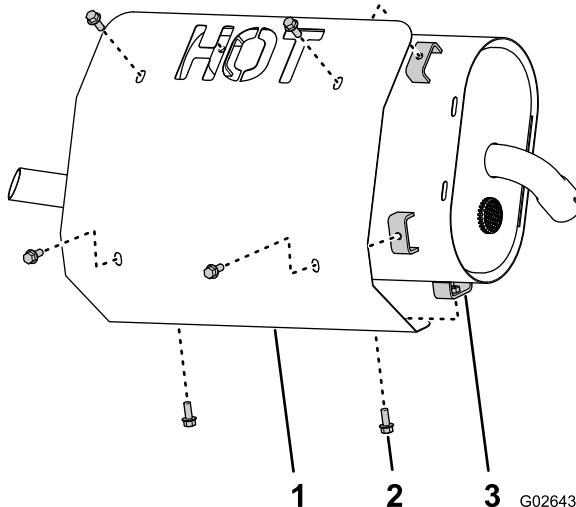

Figura 7
1. Allineate i fori sullo schermo termico con i dadi saldati nei supporti dello schermo della marmitta (Figura 7).
2. Montate lo schermo sulla marmitta (Figura 7) con 6 bulloni a testa flangiata (1/4 x 5/8 poll.).